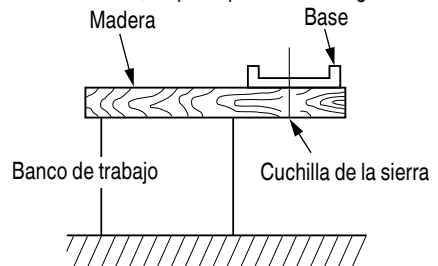

Fig. 6
6. Prepare un banco de trabajo de madera (Fig. 6).